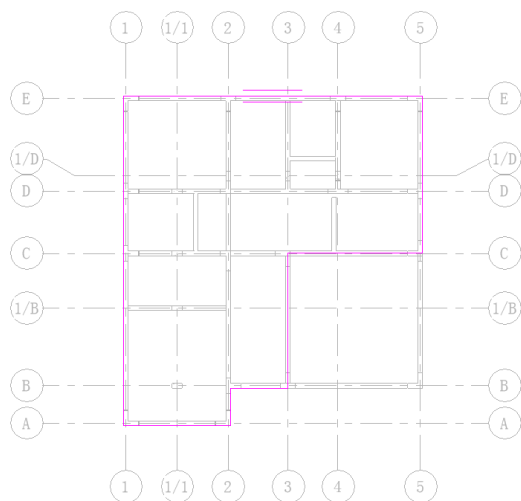

图 11-45 绘制边界线 (1)
(2) 单击“结构”选项卡“结构”面板中的“楼板：结构”按钮，打开“修改|创建楼层边界”选项卡和选项栏。
(3) 在“属性”选项板中选择“现场浇注混凝土 110mm”类型。
(4) 单击“绘制”面板中的“边界线”按钮和“线”按钮，创建边界线，如图 11-45 所示。